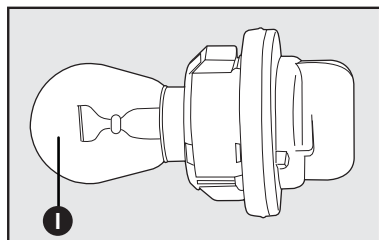

fig. 20
- Extrair a lâmpada **I-fig. 20** empurrando-a ligeiramente e girando-a em sentido anti-horário (bloqueio a "baioneta") e substituí-la;